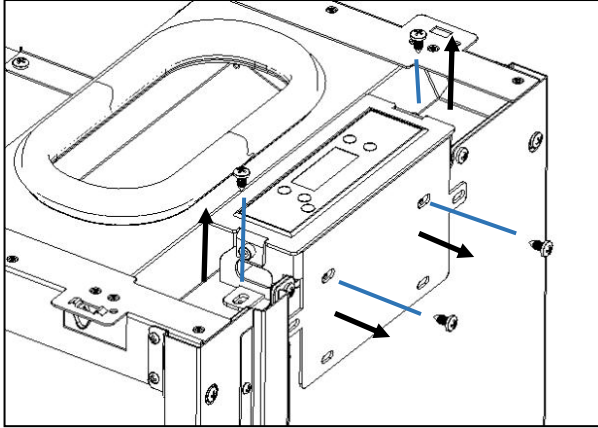

Figura 48 - Remoção do display no equipamento
a) Antes de começar a montagem das envolventes, deve remover o apoio do display do equipamento, desapertando os quatros parafusos representado na Figura 48.